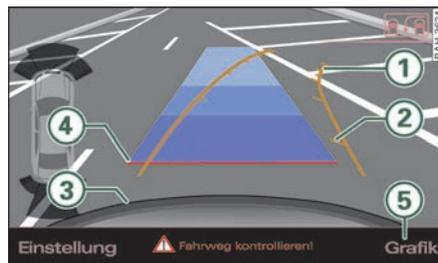
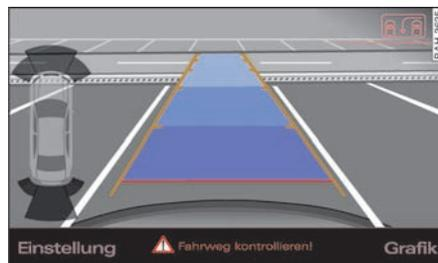

图 175 MMI 显示屏：
图 176 MMI 显示：将
- 如要调出视觉的提示，请按压 Grafik（图象）控制按钮 => 第162页，图 175 。
- 转动方向盘，直到橙色定向线 ① 进入停车空位 => 图 175。借助标记 ② 您可以估计至障碍物的距离。每格标记相当于 1 米。▶
- 请倒车，在行驶过程中借助橙色停车空位定向线选择合理转向角度 => 。③ 标志着后保险杠。如果定位线 ④ 接触到一个物体，那么最迟在此时不得再倒车 => 。
- 将本车对准蓝色平面 => 第162页，图 176。蓝色平面显示车辆轮廓向后约 5 米的延伸。蓝色平面的过渡区离本车的距离约 1m、2m 和 5m。